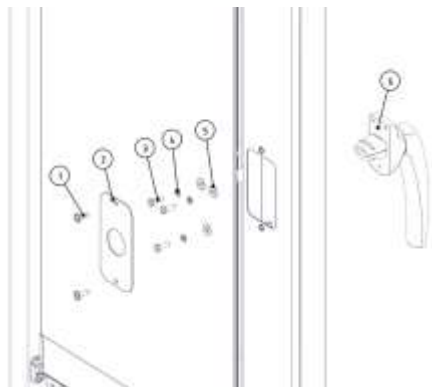

Рис. 28 – Замена ручки двери
Для замены ручки двери (рис.28) необходимо:
1. Открутить винты (поз.1, рис. 28) и снять накладку (поз.2, рис. 28)
2. Открутить болты (поз.3, рис. 28) вместе с шайбами (поз.4 и 5, рис. 28);